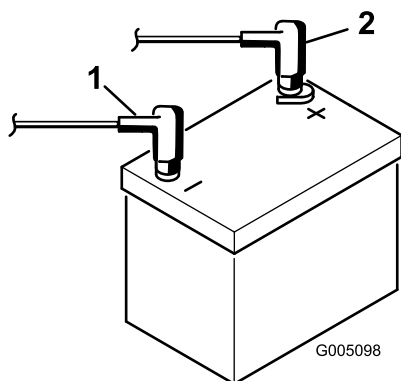

Figura 6
2. Conecte el cable positivo (rojo) de la batería desde el solenoide del motor de arranque al borne positivo (+) de la batería (Figura 6). Apriételo con una llave y unte de vaselina el terminal. Asegúrese de que el cable no toca el asiento, cuando éste está en la posición más hacia atrás, puesto que esto podría desgastar o dañar el cable.